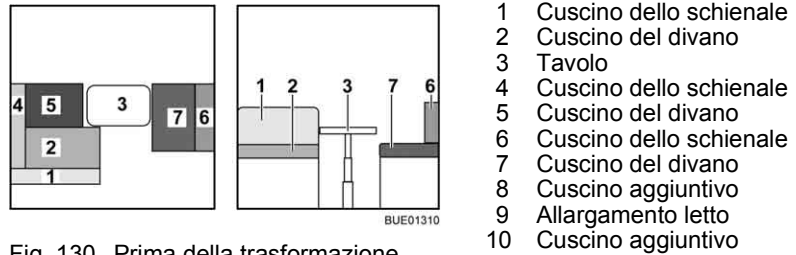

Fig. 130 Prima della trasformazione
- Trasformare il tavolo (Fig. 130,3) in struttura di supporto letto (vedi paragrafo 6.10).
- Rimuovere i cuscini dello schienale (Fig. 130,1 e 4) e riporli.